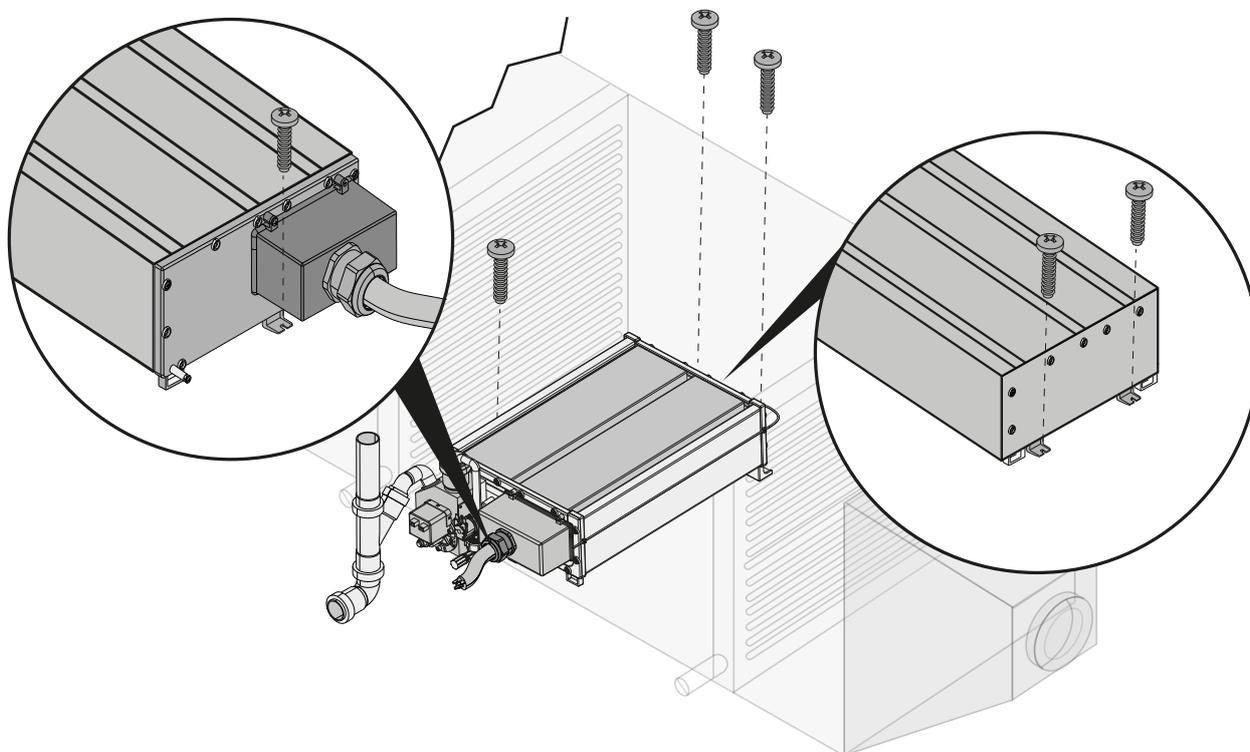

Fig. 6. Montaggio unità idraulica
- Fissare l'unità idraulica utilizzando 3 viti inserite negli appositi ganci di fissaggio (vedi "**FIG. 6. MONTAGGIO UNITÀ IDRAULICA**" A PAGINA 19) (Non obbligatorio);